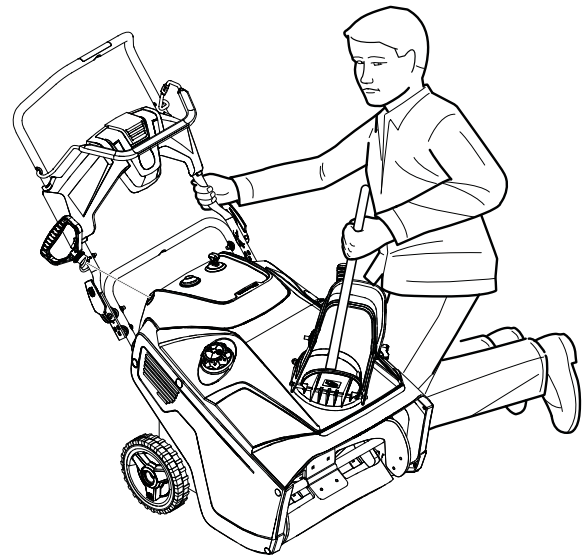

Figure 18
3. Toujours utiliser un outil d'au moins 15 pouces de long pour dégager la goulotte, non pas vos mains (Figure 18).